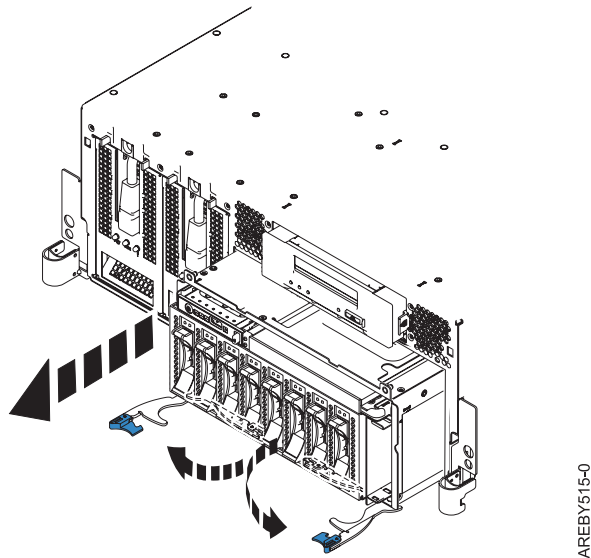
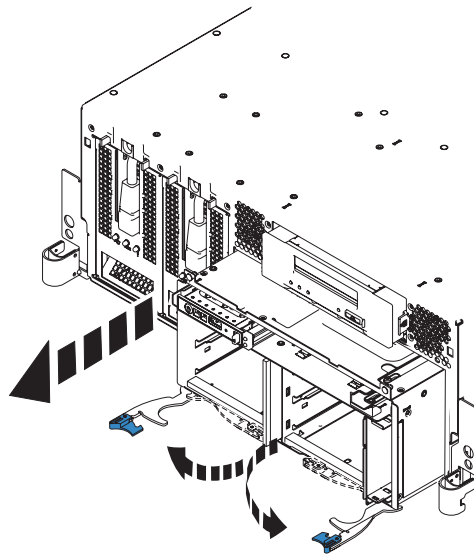

Figura 8. Removendo o Painel Traseiro da Unidade de Disco Ocupada
Figura 9. Removendo o Painel Traseiro da Unidade de Disco Não Ocupada
14. Destrave o painel traseiro da unidade de disco, abrindo as alças a partir do centro do painel traseiro conforme mostrado na Figura 8 e Figura 9.